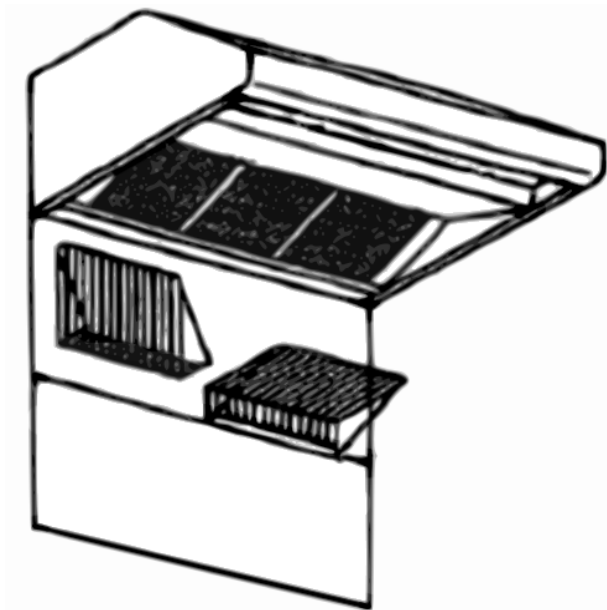

Figure 20: Dossieret de protection avec étagère garde-chaud
- La hotte peut être montée en premier si le dossieret de protection est installé avec une étagère garde-chaud puisque cette étagère couvrira les vis de montage supérieures du dossieret de protection (Figure 20).